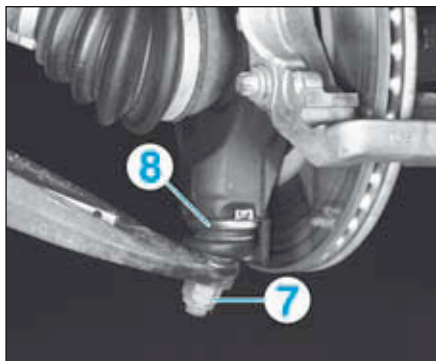

FIG.20
• Déposer l'écrou (7) et désolidariser la rotule de pivot (8) du bras inférieur (Fig.20).